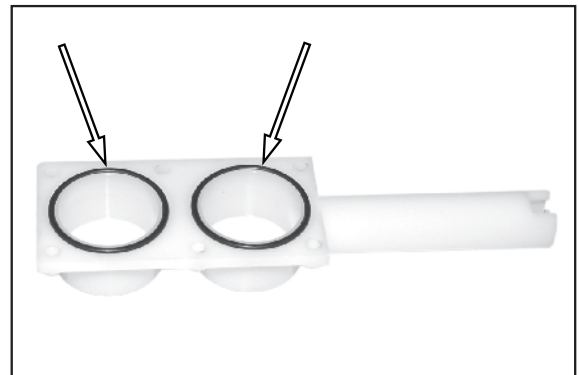

Abbildung 65.
3. Siehe Abbildung 65. Die beiden O-Ringe gegebenenfalls austauschen.